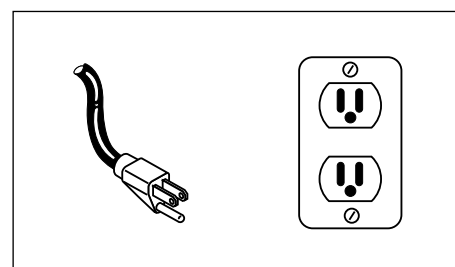

Figura 12 - Método de conexión a tierra
1. Este producto está diseñado para circuitos nominales de 120 voltios y tiene un enchufe para conexión a tierra similar al de la Figura 12. Conecte el producto únicamente a un tomacorriente que tenga la misma configuración que el enchufe. No utilice un adaptador con este producto. En caso de que ocurra un cortocircuito, esto evitaría el riesgo de choque eléctrico al ofrecerle un cable de desvío a la corriente eléctrica. Este producto tiene un cordón con un alambre y terminal de conexión a tierra. Debe conectarlo a un tomacorrientes que esté instalado adecuadamente según los códigos y ordenanzas locales.